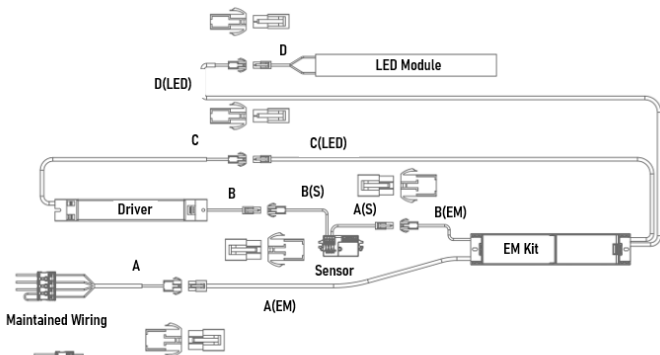

Fig. 5
- See Fig. 5 for wiring diagram